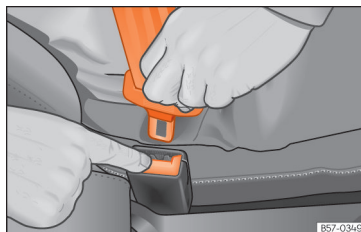

Fig. 22 Soltar a lingueta do fecho do cinto.
- Pressione o botão vermelho do fecho »» **Fig. 22.** A lingueta saltará do fecho.